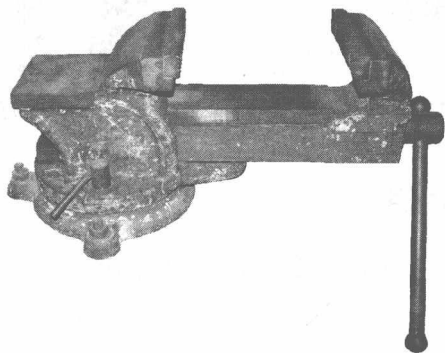

图 1-10 拆卸活动钳身
(1) 逆时针转动手柄 12,拆下活动钳身 10,如图 1-10 所示。
注意: 当活动钳身 10 移至图 1-10 所示位置时,需用手托住其底部,防止突然掉落而造成损坏或砸伤人员。